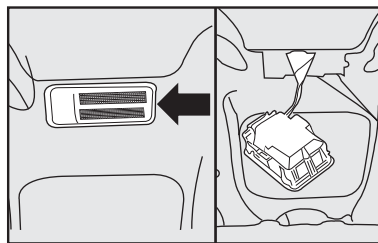

fig. 69
- 1) remover a lente transparente **fig. 69** forçando levemente com uma chave de fenda no local indicado pela seta;